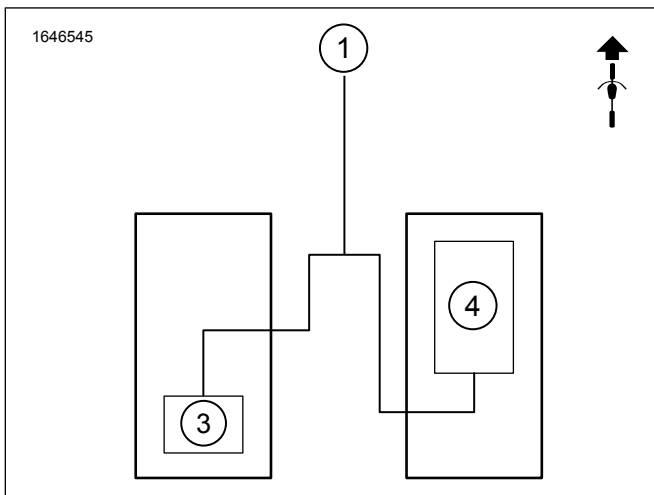
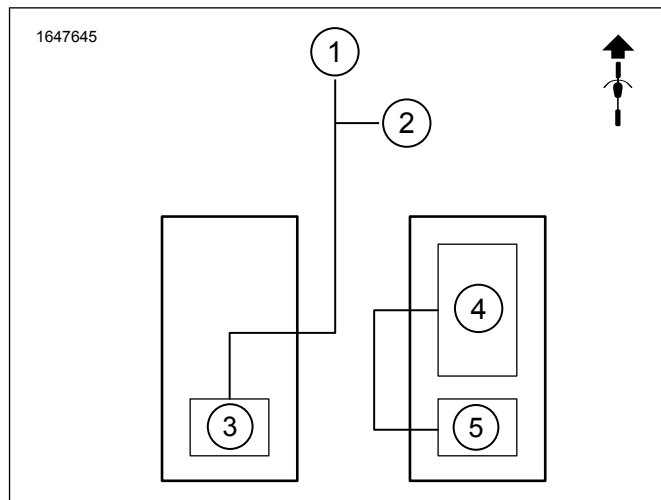
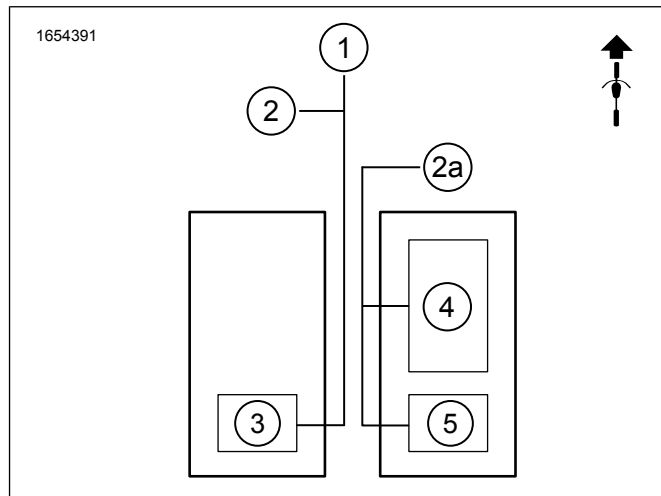
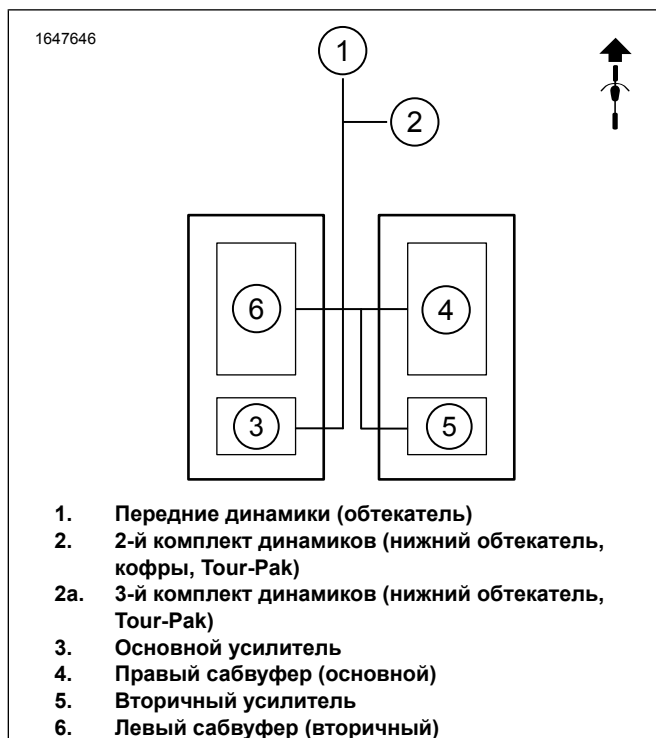

Рисунок 3. Один сабвуфер, один усилитель, два динамика
Рисунок 4. Один сабвуфер, два усилителя, четыре динамика
Рисунок 5. Одиночные сабвуферы, два усилителя, шесть динамиков
Рисунок 7. Двойные сабвуферы, два усилителя, шесть динамиков
См. Рисунок 3, Рисунок 4, Рисунок 7 и Рисунок 5. Для сабвуферных систем требуется два канала от усилителя (усилители четырехканальные), поэтому установка как основного, так и вторичного комплекта сабвуферов может работать только с системами на два или четыре динамика. Шесть акустических систем будут работать только с комплектом первичного (основного) сабвуфера.
- a. См. рис. 3. Один сабвуфер, один усилитель, два динамика. Разъем жгута необходимо будет проложить повторно. Обратитесь к Повторная прокладка жгута проводов 69203031. Если не проложить разъем повторно, не будет звука.
- b. Разъем жгута основного усилителя [351A] (аудиовыход). См. рис. 3. **Один сабвуфер, один усилитель, два динамика.**
- c. Разъем жгута вторичного усилителя [352A_1] или [352A_2] (аудиовыход). См. рис. 4. **Один сабвуфер, два усилителя, четыре или шесть динамиков.**